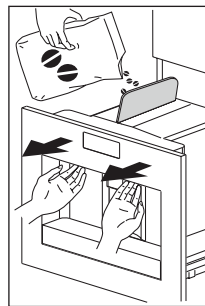

Abb. 14
- ▶ Ziehen Sie das Gerät an den Griffen heraus. (Abb. 14).